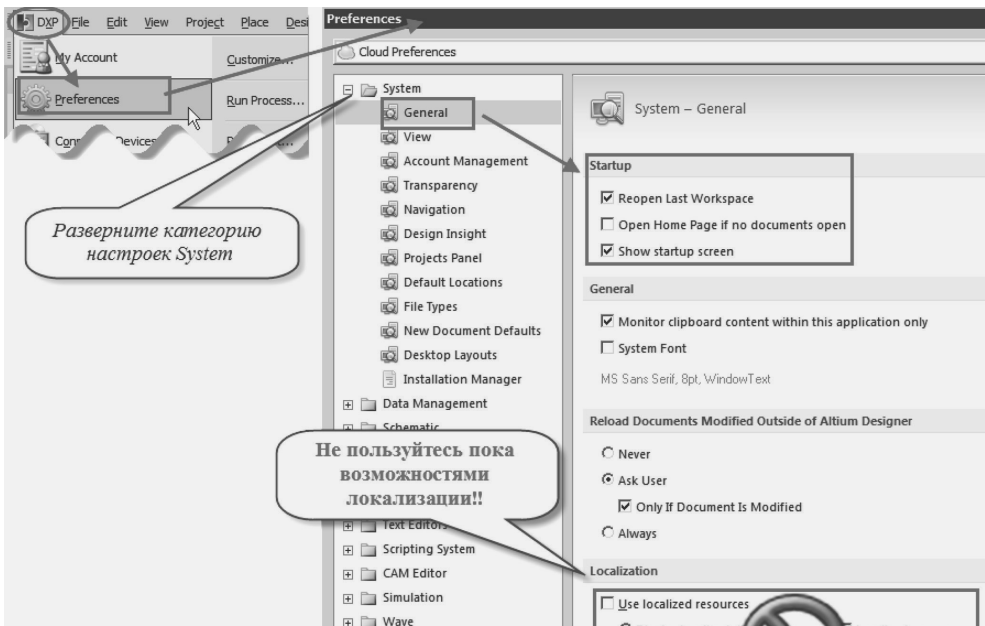

Рис. 1.4. Открытие диалогового окна настроек системы **Preferences** (Настройки)
1. В системном меню последовательно выберите пункты **DXP | Preferences** (Проводник проектов | Предпочтения), как показано на рис. 1.4.
4. В раскрывшемся списке выберите *General* (Общий) и на вкладке **System – General** установите флажки в соответствии с рис. 1.4. Особое внимание обратите на состояние флажков, выделенных на рисунке прямоугольной рамкой.